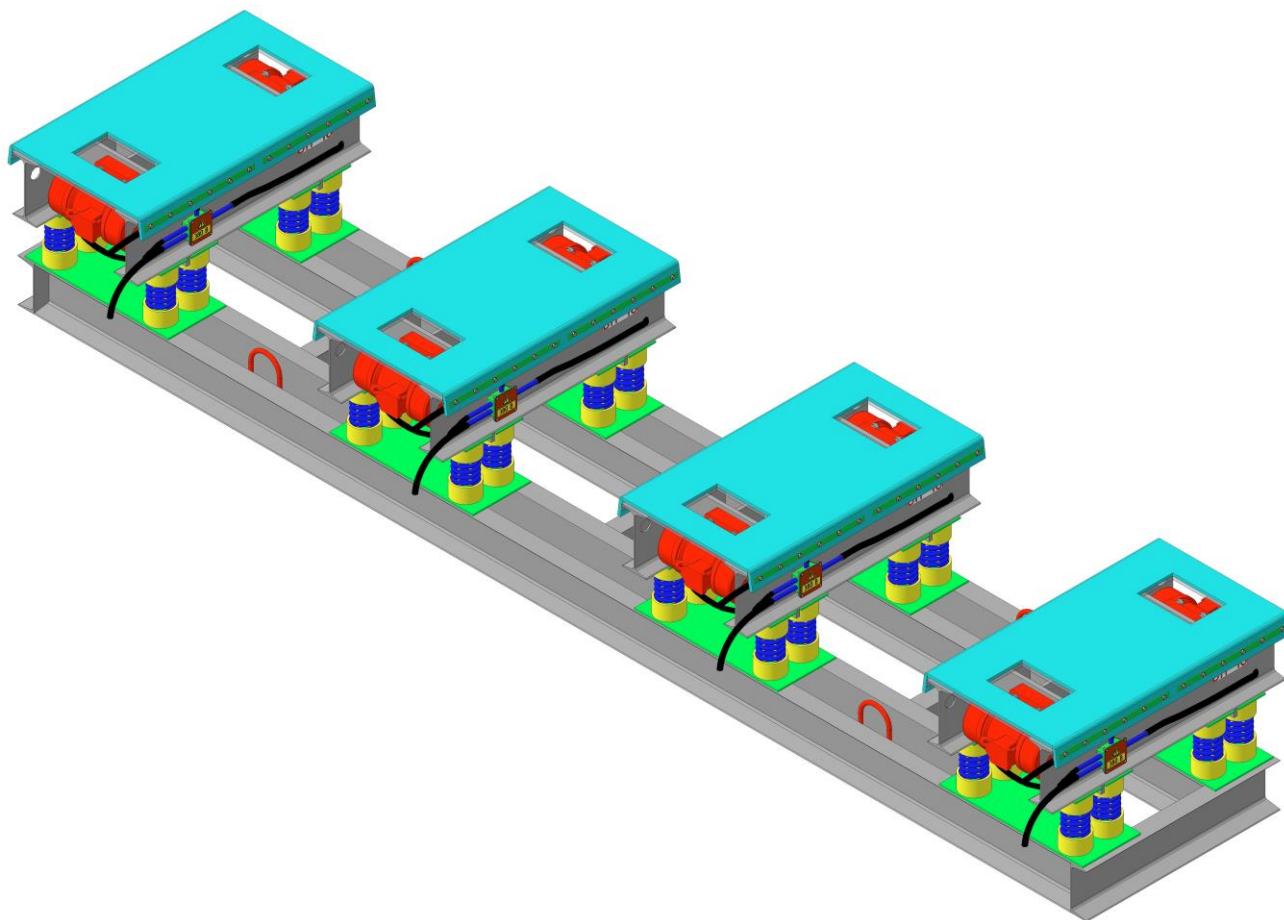

Рисунок 1 Виброплощадка ВП-10
2.1 Виброплощадка (рисунок 1) предназначена для уплотнения бетонных смесей при изготовлении железобетонных плит.